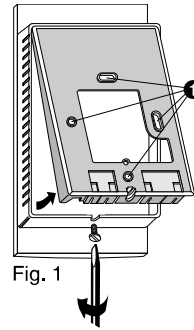

Fig. 1
Ainsi séparé du boîtier, le socle doit être fixé au mur à l'aide d'un ensemble vis/chevilles ou sur boîte d'encastrement (entraxe 60mm) en utilisant les trous repérés ❶ (fig. 1).